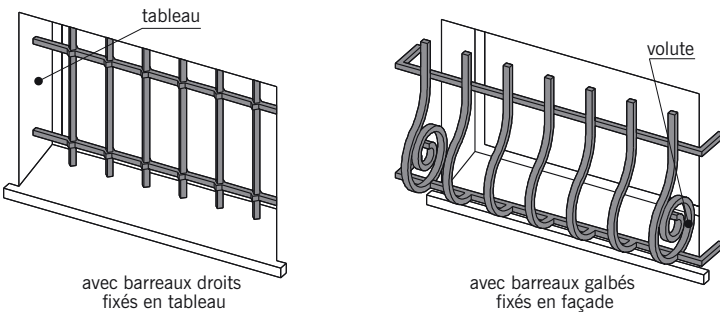

fig. 11.72
■ **La grille de défense ou barreaudage** (fig. 11.72) : ouvrage métallique constitué de barreaux, de traverses et de montants, fixé devant une baie pour en interdire le franchissement.